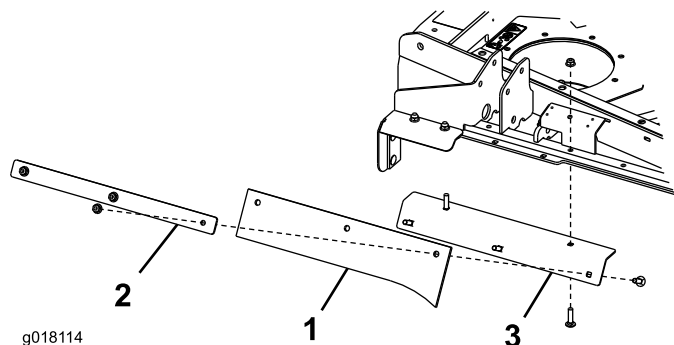

図 4
7. 長さ16.75 インチ（426 mm）の外側フラップ、外側ストラップ、および外側アングルは、組み付け済みである（図 4）。
8. アセンブリを、刈り込みデッキの左後部角に取り付ける； 5/16 x 1-1/4インチのキャリッジボルト2本とフランジナットを使用する（図 4）。